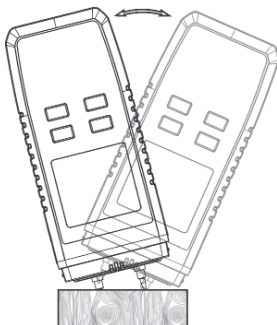

Рис. 5
**⚠** Чтобы избежать поломки прибора при извлечении электродов из образца, следует осторожно раскачивать прибор из стороны в сторону вдоль волокон древесины, медленно вытягивая электроды, как показано на Рис. 5.